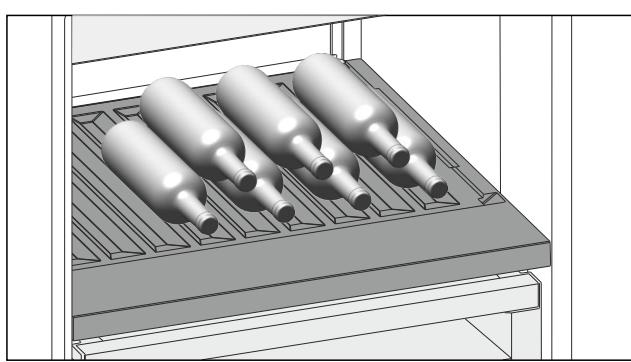

Fig. 99
- Поставяйте бутилките с дъното назад към задната стена. (виж Fig. 99)